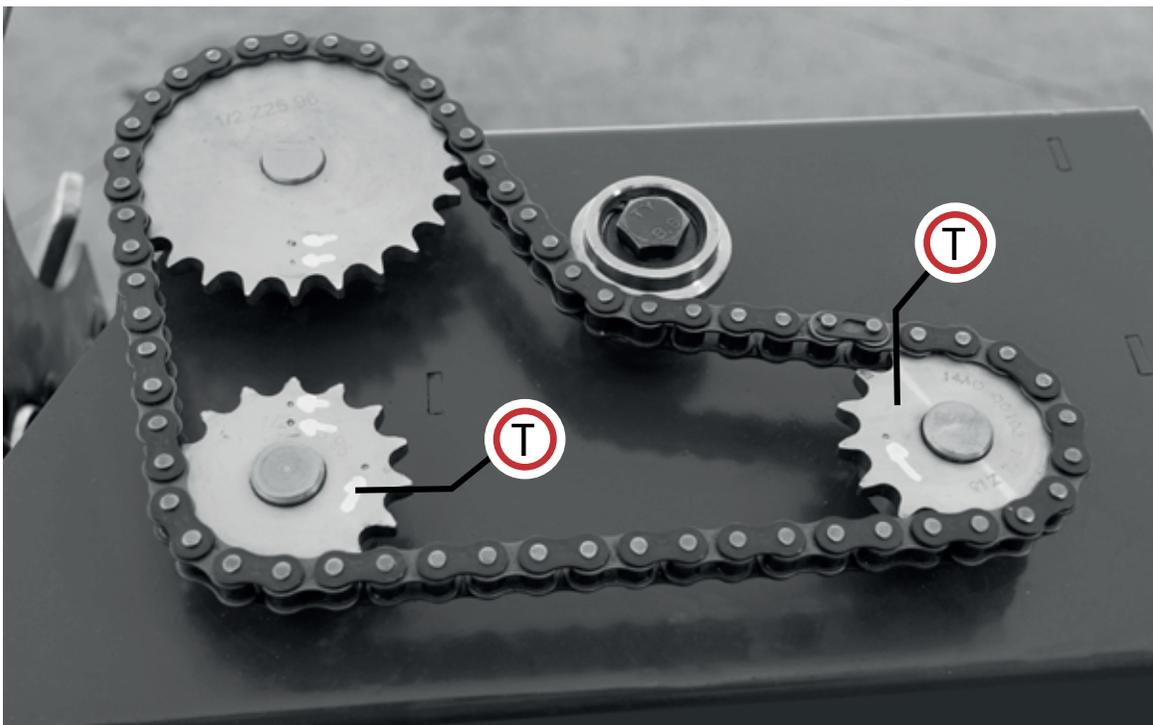

Fig.29
Cuando los nudos están demasiado flojos, lo que significa que pueden ser desatados fácilmente por el producto empacado, mueva el engrane (T) (Fig. 29) dando un paso en el sentido de las manecillas del reloj para anticipar todos los movimientos del torcedor.